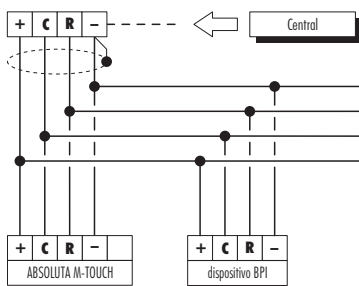

Figura 3 - Cabeamento.
2. Conecte os quatro cabos do barramento BPI a partir do painel de controle (+, G, R, -) aos terminais do teclado, como ilustrado na figura 3.